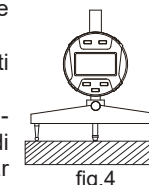

fig.4
(2)Impostare lo zero: Posizionare il calibro su una superficie piana e impostare lo zero (fig. 4).